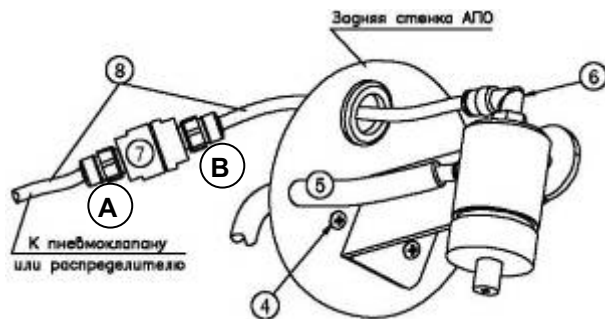
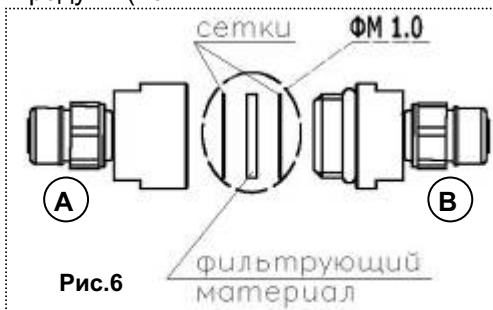

Рис.4. Вид изнутри камеры
Рис.6
- установить и закрепить двумя винтами М4х8 с шайбами Ø4 и гайками М4 проектор из комплекта КМП (рис.4);
- соединить пневмошлангом (5) Ø 6×10 боковой штуцер проектора со штуцером (2);
- установить фильтр ФВ 1.0 (7) в разрез пневмошланга (8) Ø 3×5;
- **очистка или замена** фильтрующих элементов фильтра (7) – отсоединить фильтр (7) от шлангов (8) (рис.4) и раскрутить его корпус (рис.6), аккуратно вынуть все фильтрующие элементы и продуть (не повредив) их сжатым воздухом, или заменить новыми из ремкомплекта ФМ 1.0 (поставка по дополнительной заявке).